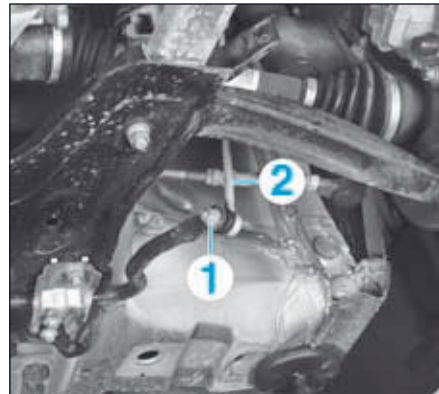

FIG.12
- Remplacer l'écrou (2) de tige d'amortisseur.
- Déposer, de chaque côté, l'écrou (1) de la biellette de liaison (2) sur la barre stabilisatrice (**Fig.12**).